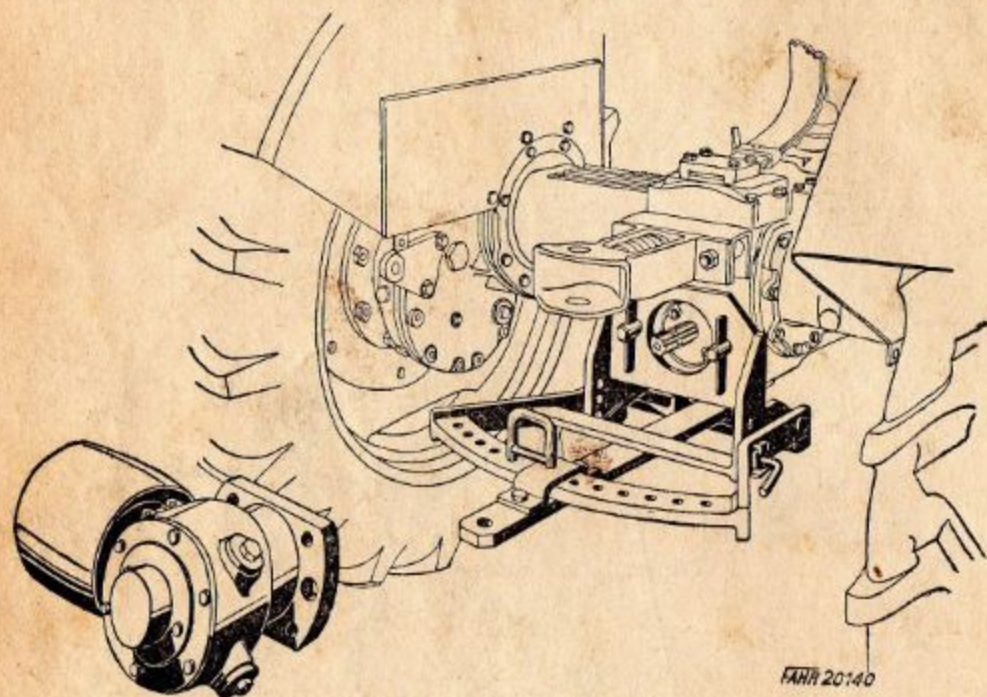

Figure 7: **Plaque de fixation rapide pour montage soit de la barre d'attelage réglable soit de la poulie**
**La plaque de fixation rapide** est un autre perfectionnement qui facilite l'échange rapide de certains accessoires tels que la poulie, la barre d'attelage réglable, etc. . . (Voir figure 7.) Cet échange se fait sans outils, sans desserrer ni écrous ni boulons mais tout simplement au moyen de deux clavettes offrant la sécurité absolue d'une fixation irréprochable.